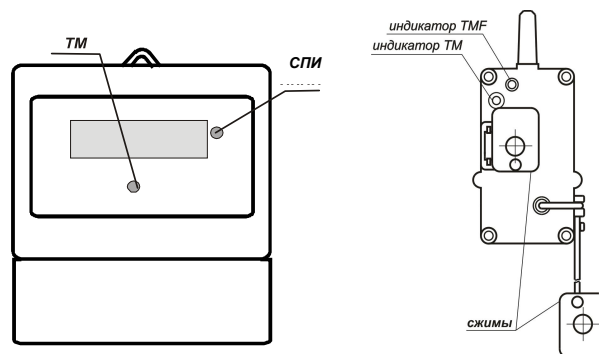

Рисунок 13 – Расположение СПИ и индикаторов ББ и ДДМ
В каждом режиме можно выводить информацию на дисплей, используя СПИ (см. рисунок 13), при этом на дисплей выводятся все величины независимо от заданного списка: потребление (потарифно, суммарное, на РДЧ), а также дата и время. Смена информации на дисплее в поле «Потребление/Мощность/Дата» происходит синхронно с поднесением к СПИ пальца на 1-2 с. Дальность действия СПИ приблизительно 0-1 мм от крышки счетчика.
- мигание индикатора ТМ, расположенного на ББ счетчика (см. рисунок 13) с частотой, пропорциональной мощности подключенной нагрузки;
- мигание индикатора ТМ, расположенного на ДДМ (см. рисунок 13) с частотой, пропорциональной мощности, подаваемой на счетчик. При подключении нагрузки мощностью 1 кВт индикаторы ТМ, расположенные на ББ и ДДМ, должны мигать с частотой приблизительно 1 раз в секунду;
- индикатор ДДМ на дисплее ББ (см. рисунок 13) должен периодически мигать;
- индикатор ИЧС на дисплее ББ и индикатор ТМФ ДДМ (см. рисунок 13) должны начать мигание при токах нагрузки не более 20 мА, при больших токах нагрузки индикаторы ИЧС и ТМФ могут мигать с постоянной частотой, не зависящей от тока нагрузки.